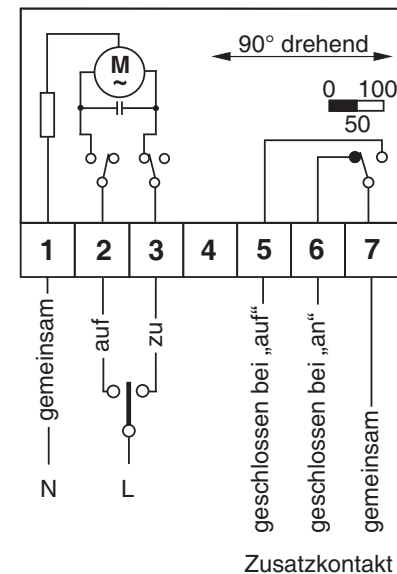

Abbildung 2
3. Schließen Sie die Kabel für die Stromversorgung und die Kabel für die Steuerung laut dem Anschlußplan in Abbildung 2 an. Für den Anschluß des Stellmotors werden nur die mit 1,2 und 3 markierten Klemmen benötigt.